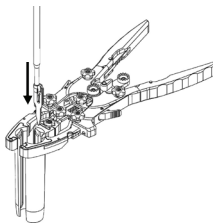

Figure 17
- Faites glisser la cale dans le canal de la lame (Figure 17).